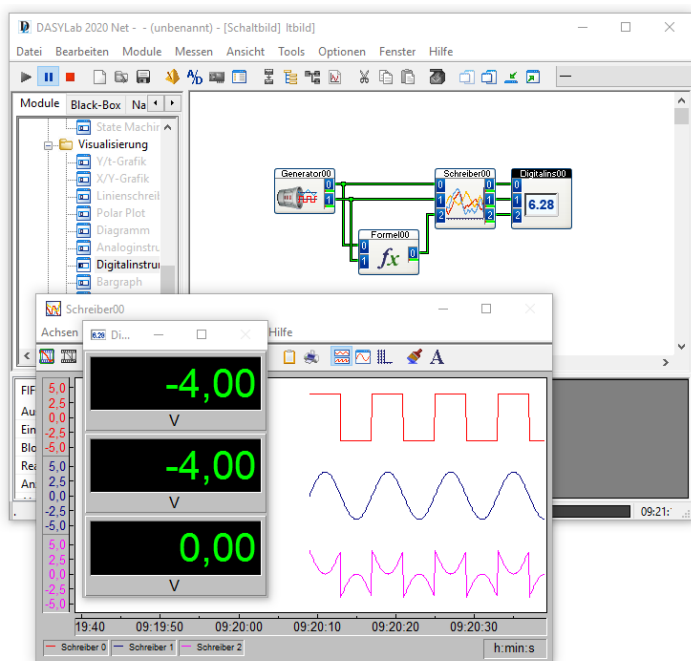

Abbildung 6: Daten numerisch im Digitalinstrument darstellen
5. Ordnen Sie die beiden Anzeigefenster wie in Abbildung 6 an.